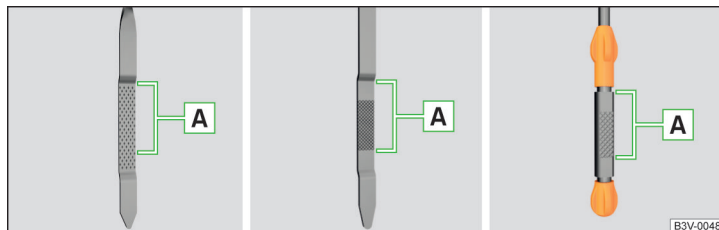

Fig. 319 Modelos de varillas del nivel de aceite
El nivel de aceite tiene que situarse en la zona **A** » fig. 319. Si el nivel de aceite se encuentra por debajo de la zona **A** se debe rellenar aceite.
- El nivel de aceite no debe estar nunca fuera de la zona **A** » fig. 319 - ¡De lo contrario existe riesgo de daños del motor, así como en el sistema de gases de escape!